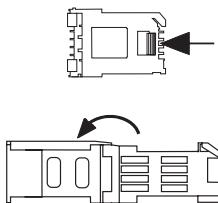

Bild 2
- 3 Öffnen Sie die Klappe des SIM-Kartenhalters (Bild 2) auf der Baugruppe Ihres TC Plus GSM, indem Sie den Rasthebel (Pfeil) nach links schieben.